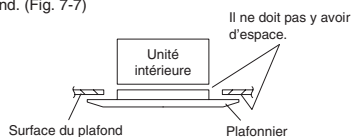

Fig. 7-7
- (8) Vérifier que le panneau est bien fixé au plafond.
- À ce niveau, s'assurer qu'il n'y a pas d'espace entre l'unité intérieure et le plafonnier, ou entre le plafonnier et la surface de plafond. (Fig. 7-7)